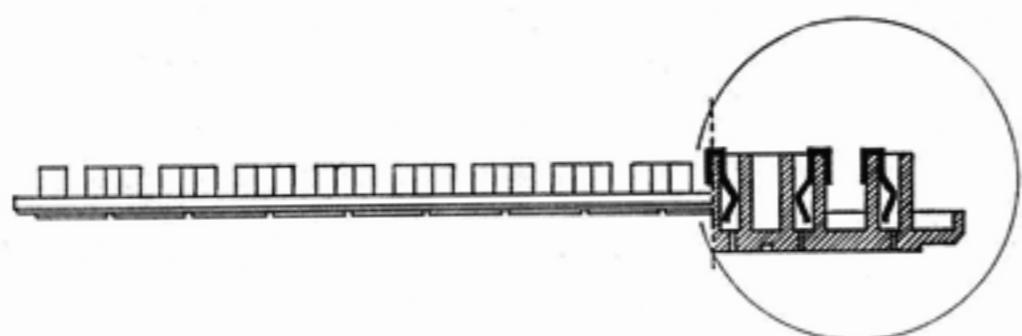
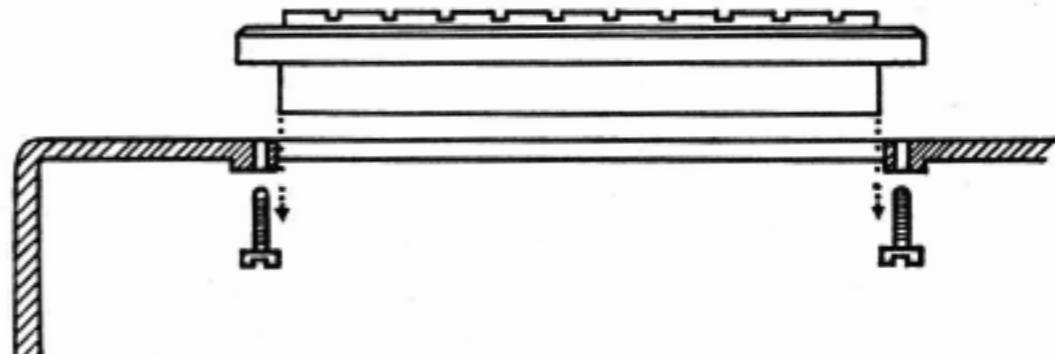

Abb. 2
Abb. 1
Auf das Unterteil (1) setzen wir die Programmiertafel (2) auf und befestigen sie von unten mit vier Zylinderblechschrauben (29) (Abb. 1). Drehen Sie dann das Ganze so, daß die Unterseite der Programmiertafel nach oben zeigt. Die zehn Durchbrüche für die Schalschieber müssen Ihnen zugewandt sein. Mit dem Einsetzen der Kontaktklemmen (10) in die Programmiertafel beginnen wir zweckmäßig in der von uns abgewandten oberen waagerechten Reihe. In dieser Reihe bleiben das äußere linke und das äußere rechte Kästchen unbestückt. Die Kontaktklemmen sind so einzusetzen, daß sich der gebogene und geschlitzte Schenkel im Kästchen befindet, während der glatte, kurze Schenkel in die Schalschieberführung hineinragt (Abb. 2). Gehen Sie mit den Kontaktklemmen bitte behutsam um, drücken Sie sie nicht unnötig, damit die Federwirkung erhalten bleibt!